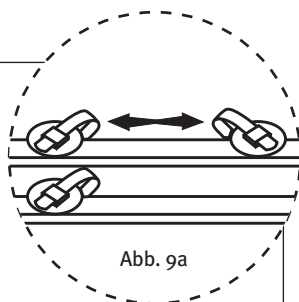

Abb. 9a
9. Die Fahrräder zum Transport mit den Reifen in die Fahrradschienen stellen. Die Radschalen müssen entsprechend dem Radstand des Fahrrades in Position gebracht werden. Dazu Flügelmutter lösen und die Radschale verschieben. Danach Flügelmutter der Radschalen wieder fest anziehen (Abb. 9a).